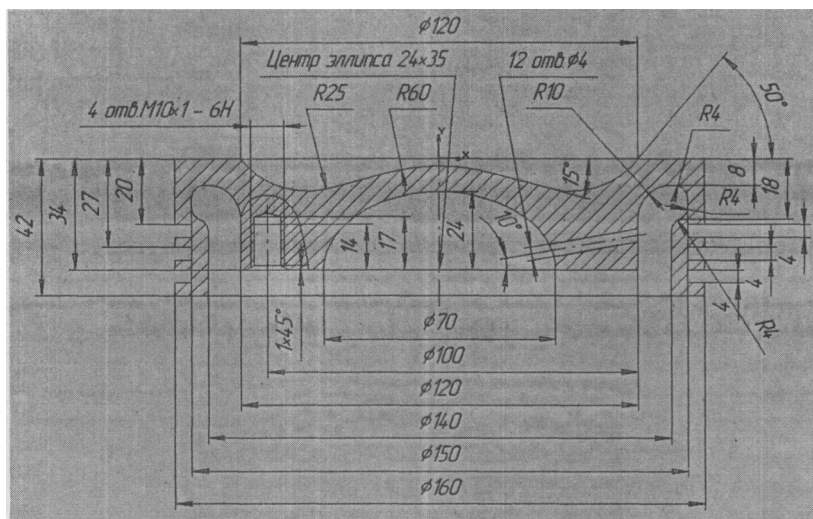
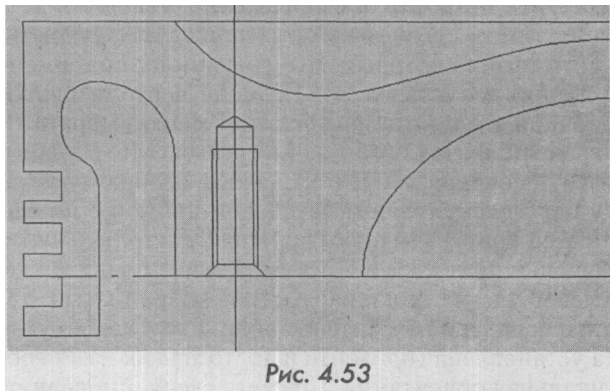

РИС. 4.44
Рис. 4.53
На рис. 4.44. показан чертеж головки поршня, на основе которого разработан алгоритм ввода его геометрии. По многим элементам деталь симметрична, поэтому вычерчивать следует лишь одну половину, а остальные несимметричные элементы добавлять по мере необходимости. Центр координат логично установить в середине верхней части головки поршня.
5. Нажмите кнопку **Ш (Скругление)**. В окне **rad** введите радиус 25 и выполните скругление камеры сгорания. Полость масляного охлаждения скруглите радиусами 10 и 4 в трех местах по контуру (рис. 4.44).
В строке меню выберите команды **Операции** > **Поворот** и в окне Угол поворота строки параметров установите величину -90 градусов. Проследите за тем, чтобы с правой части окна была изображена кнопка с одним прямоугольником. Затем направьте курсор в точку поворота с координатами (-52, -34) и после появления косоугольного креста щелкните мышью. Резьба установится строго вертикально и в нужном нам месте (рис. 4.53). Однако по чертежу рис. 4.44 требуется резьба М10 с длиной резьбовой части 14 мм, в то время как у нас установлена резьба М6 с длиной резьбовой части 17 мм. Чтобы трансформиро-
10. Местный разрез. На инструментальной панели нажмите кнопку (A **ВВОД КРИВОЙ БЕЗЬЕ**). Шелкнув мышью по окну $\dot{\backslash}$ — **(Текущий стиль линий)**, выберите в диалоговом окне **Для линии обрыва**. Установите курсор на линии контура вблизи резьбового фрагмента и, обозначая точки щечками мыши, выполните местный разрез, как показано на рис. 4.44. Завершите местный разрез, нажав кнопку **Ш (Создать объект)**, и не забудьте вернуться к установке основной линии.